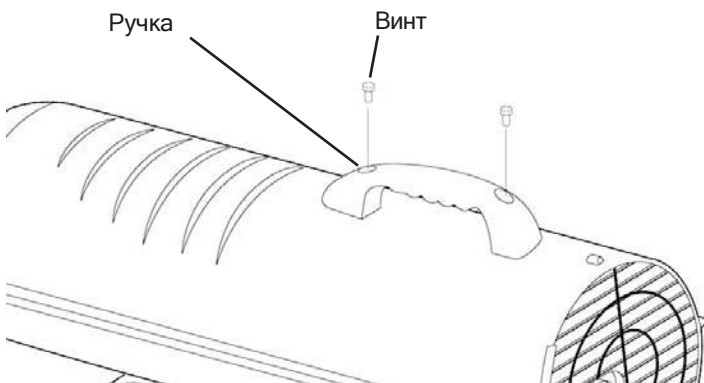

Рисунок 6. Присоединение ручки, модели ТСА 13/20
1. Совместите отверстия в верхней части корпуса с 2 отверстиями на ручке, как показано на **рис. 6**.